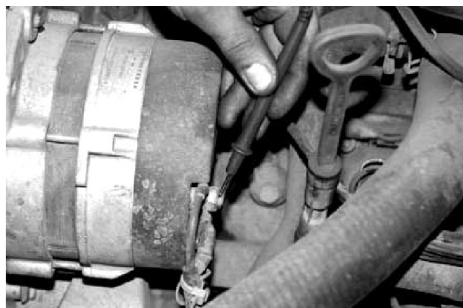

图 4-33 测量发电机电压
(1) 用万用表电压档诊断 将万用表旋钮旋至适当档位, 把红表笔接发电机“B+”接线柱, 黑表笔接外壳, 如图 4-33 所示。然后让发动机运转在中速以上, 12V 电气系统的电压标准值应在 14V 左右, 24V 电气系统的电压标准值应在 28V 左右。若测得的电压为蓄电池电压, 则表明发电机不发电。
(2) 外接电流表诊断 当汽车仪表板上没有电流表时, 使用外接直流电流表来检测。
如图 4-33 所示，将万用表置于直流电压档，黑表笔“-”接发电机外壳（搭铁），红表笔“+”接发电机电枢 B+ 接柱，此时所测电压为蓄电池电压。起动发动机并逐渐提高转速，此时万用表指针应指示 13.5 ~ 14.5V，这说明发电机发电正常。若发电机发电正常，万用表指示的电压仍为 13V 则说明发电机不发电，应对发电机、调节器和充电系统的连接线进行全面检查。